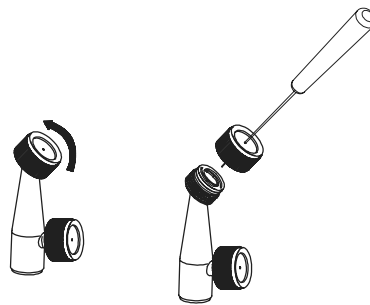

Figura 14
- Empurre um pequeno fio pelos orifícios expostos para limpar quaisquer detritos. Depois, lave com água limpa. Consulte a Figura 14.